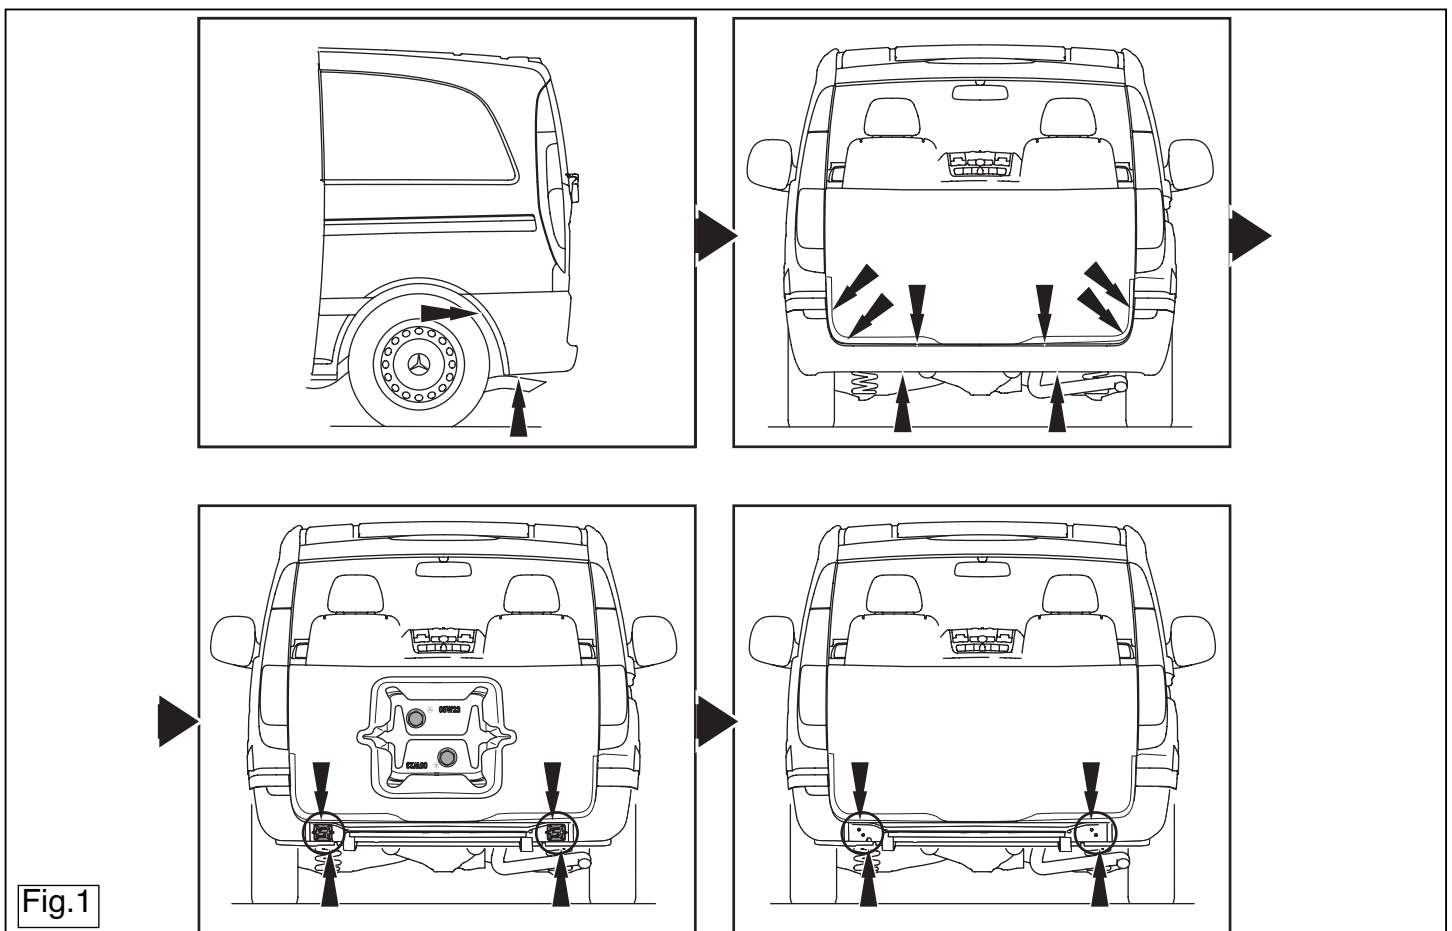

Fig.1
3. Remove the bumper (See figure 1).
4. Dismount the metal cover panels LH and RH side in the position of the frame members. These are fixed with 4 bolts. The cover panels will no longer be used (See figure 1).
8. Saw out the portions as indicated in fig. 1.
3. Démonter le pare-chocs. (Voir la figure 1).
4. Démonter les panneaux de couverture métallique à gauche et à droite au niveau des longérons du châssis. Ils sont fixés avec 4 boulons. Remplacer les boulons. Les panneaux de couverture métallique ne sont pas remontés (Voir la figure 1).
8. Scier les parties indiquées conformément à la figure 1.
3. Die Stoßstange abmontieren (Siehe Abbildung 1).
4. Die Metallabdeckklappen links und rechts im Bereich des Chassis-rahmes demontieren. Diese sind mit 4 Schrauben befestigt. Die Schrauben wieder anbringen. Die Abdeckklappen werden nicht mehr benötigt (Siehe Abbildung 1).
8. Gemäß Abb. 1 die angegebenen Teile heraussägen.
3. Zdemontować zderzak (Patrz rysunek 1).
4. Zjechać metalową pokrywę panelu po prawej i lewej stronie umieszczonej w ramie podwozia. Są one montowane z czterema śrubami. Pokrywy nie będą ponownie wykorzystywane (Patrz rysunek 1).
8. Såga ut delarna enligt fig. 1.
8. Serrar las partes indicadas en la fig 1.